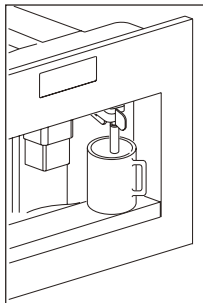

Fig. 12
- Coloque un recipiente bajo el surtidor de agua (Fig. 12).